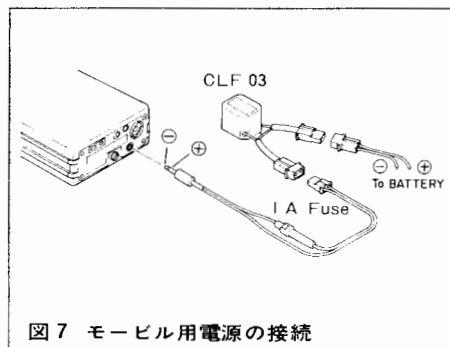

図7 モービル用電源の接続
外部電源(DC 13.8V)をご使用になる時の端子です。接続は、付属の外部電源専用プラグをご使用ください。(図7を参照してください。)
①電源の配線方法は、図7を参照してください。